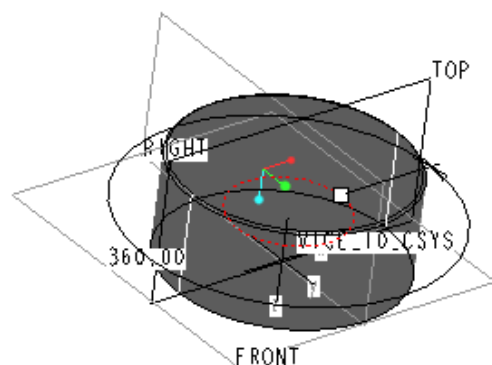

図 6-67 インナーガイド支持部の形成図
- ・「回転ツール」を選択してインナーガイド支持部の円柱体を形成する（図 6-67）。